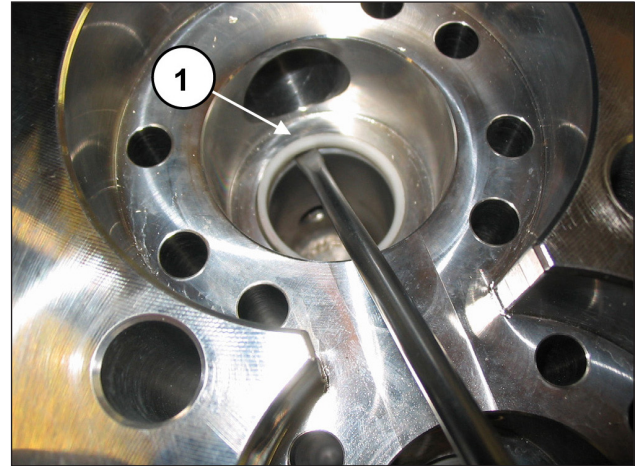

Fig. 103
Dégager les sièges de soupape et vérifier si les joints sont usés. Si nécessaire, procéder au remplacement (rep. ①, Fig. 103).